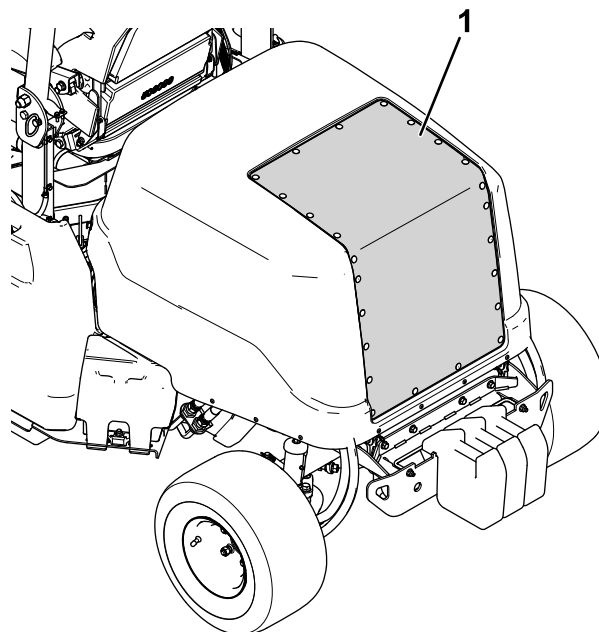

Bild 74
2. Reinigen Sie das Luftansauggitter mit Druckluft (siehe Bild 74). Richten Sie dabei die Druckluft vom Motorinnenraum nach außen.